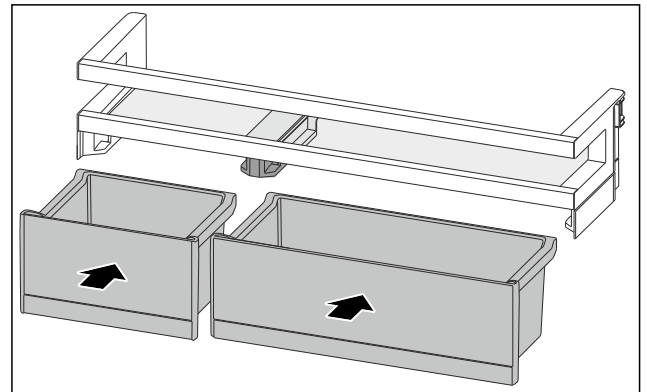

Fig. 113
- ▶ Inserire i VarioBox in posizione scambiata. (vedere Fig. 113)